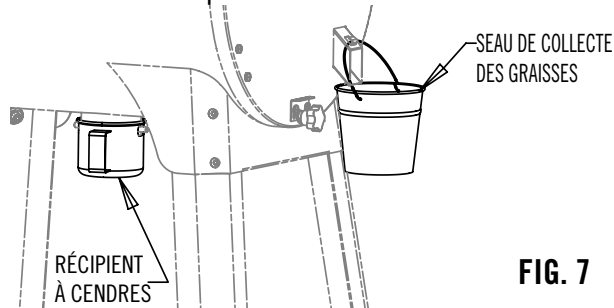

FIG. 7
- Suspendre le seau de collecte des graisses à son conduit d'évacuation comme indiqué à la Fig. 7.
la Fig. 7. Ne jamais utiliser le barbecue sans y monter le récipient à cendres.